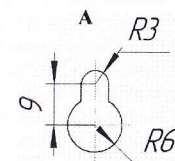
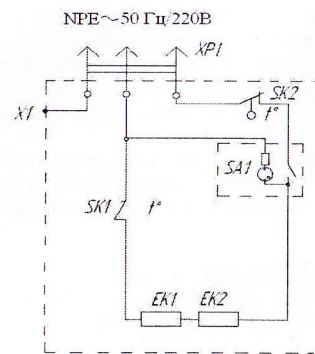
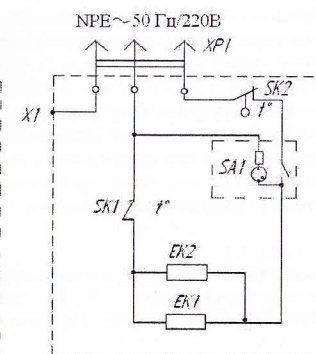

Рисунок 1 - Общий вид универсального конвектора
Рисунок 2 – Схема электрическая принципиальная ЭВУБ – 0,5; ЭВУБ – 1,0
Рисунок 3 – Схема электрическая принципиальная ЭВУБ – 1,5; ЭВУБ – 2,0
5.1 Конвектор (рис. 1) представляет собой кожух 1, внутри которого на основании 8 расположены два трубчатых электронагревательных элемента (ТЭН), на рисунке не показаны. В цепь питания нагревателей включен клавишный выключатель 4, расположенный на боковой крышке, термовыключатель защиты от перегрева SK1 (не показан) и биметаллический терморегулятор SK2 с ручкой 3 (см. рис. 2 и 3).
Электрическая схема конвекторов на 0,5 кВт и 1,0 кВт; показана на рис. 2, для 1,5 кВт и 2 кВт – на рис. 3.